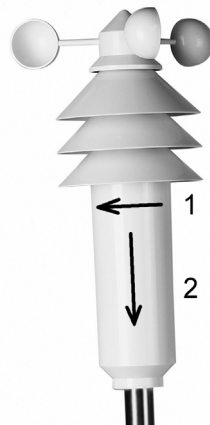

Bild 1
- Verschließen Sie das Gehäuse des Kombi-Sensors; schieben Sie die Abdeckung nach oben und verriegeln Sie sie durch eine Drehung nach rechts (entgegengesetzte Richtung wie in Bild 1).